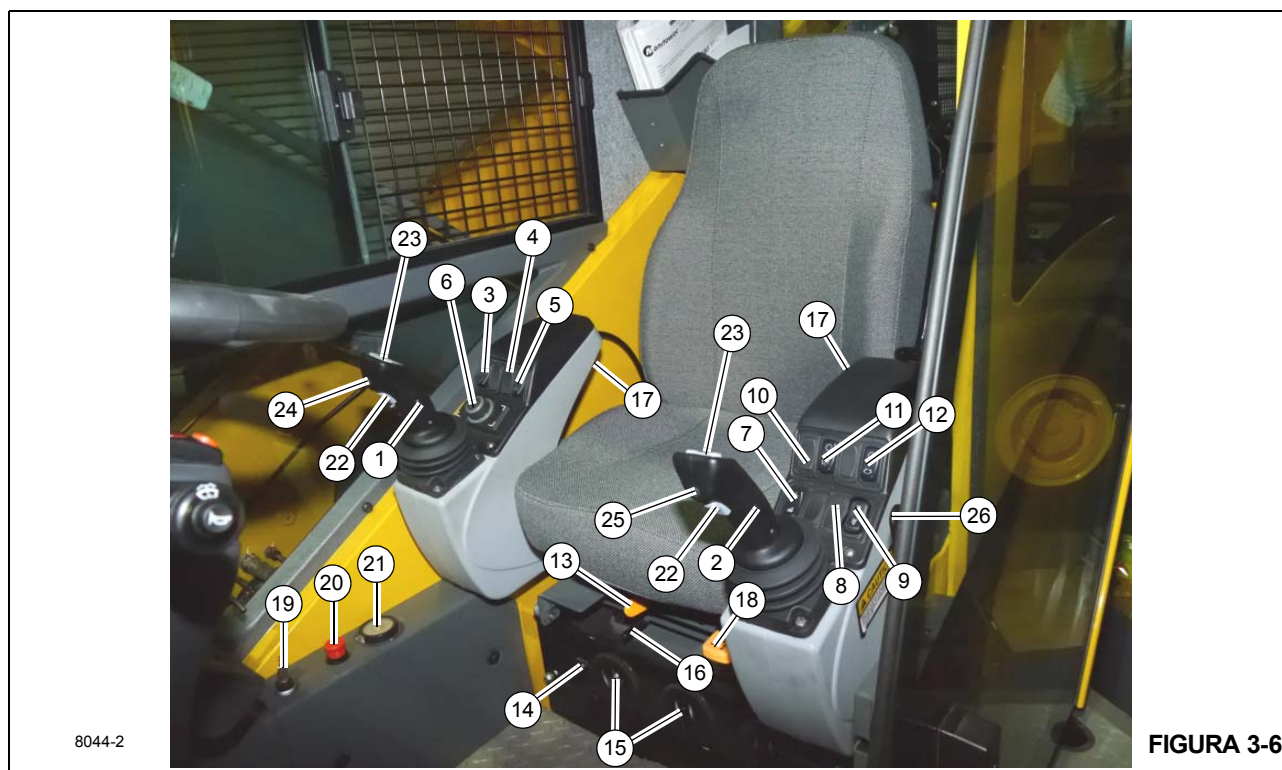

FIGURA 3-6
A alavanca de controle de elevação da lança/guincho principal (1) (Figura 3-6) localiza-se no apoio de braço direito. Quando empurrado para a direita o controlador abaixa a lança, empurrado para a esquerda ele eleva a lança.
A alavanca de controle do giro/telescópio ou do giro/guincho auxiliar (Swing/Tele ou Swing/Aux) (2) (Figura 3-6) localiza-se na extremidade do apoio de braço esquerdo. A alavanca controla as funções do telescópio e de giro quando o guindaste não está equipado com um guincho auxiliar. Quando equipado com um guincho auxiliar, a alavanca controla as funções do guincho auxiliar e de giro e as funções do telescópio são controladas por meio de um pedal.
A chave de ativação do guincho principal (3) (Figura 3-6) é uma chave temporária localizada no apoio de braço direito. Pressione uma vez para ativar o guincho; pressione novamente para desabilitar o guincho. Pressionar a chave duas vezes rapidamente ativa o guincho em velocidade máxima. Pressionar uma vez e segurar a chave por cerca de 2 segundos também ativa velocidade máxima.
A chave de contorno de elevação da lança (4) (Figura 3-6) é uma chave de duas posições que, quando instalada, localiza-se no apoio de braço direito. Quando a função de elevação estiver ativada em uma condição de bloqueio do RCL, ativar a chave de contorno de elevação da lança ativará a elevação da lança.
A chave de ativação da função de elevação (5) (Figura 3-6) é uma chave temporária que ativa a elevação e o abaixamento da lança.
O controle do indicador de solavanco (6) (Figura 3-6) está localizado no descanso de braço direito. Ele seleciona e escolhe funções nas telas para navegar pelo Sistema de controle do guindaste.
A chave de ativação da função do estabilizador (Figura 3-6) (7) seleciona entre extensão/retração dos estabilizadores e elevação/abaixamento dos macacos. Pressione e segure a chave para forçar o mostrador inferior a ir para a página do estabilizador.
A chave de bloqueio do diferencial (8) (Figura 3-6) localiza-se no apoio de braço esquerdo. Ela aciona a função de bloqueio do diferencial para obter melhor tração quando a tração nas quatro rodas estiver selecionada. Ela pode ser ativada por um máximo de 30 segundos por vez.
A chave de controle da direção traseira (9) (Figura 3-6) tem três posições, centralizada por mola na posição desligada e está localizada no apoio de braço esquerdo. Pressione a parte inferior da chave para acionar uma válvula de controle para virar as rodas traseiras para à esquerda fazendo com que o guindaste vire para a direita. Pressionar a parte superior da chave aciona uma válvula de controle para virar as rodas traseiras para a direita fazendo com que o guindaste vire para a esquerda. Quando as rodas não estão centralizadas, o ícone Rodas não centralizadas acende no mostrador operacional CCS. Liberar a chave faz com que ela retorne para a posição central desligada.
A chave de ativação do guincho auxiliar (10) (Figura 3-6) localiza-se no apoio de braço esquerdo. Ela ativa o guincho auxiliar e configura a mesma velocidade alta que a chave de ativação do guindaste principal define para o guindaste principal.
A chave de ativação do telescópio da lança (11) (Figura 3-6) localiza-se no apoio de braço esquerdo. Ela ativa a função de telescópio da lança para o Pedal de controle do telescópio, ou para a alavanca de controle (joystick) se não houver guincho auxiliar.
A chave de ativação de giro (12) (Figura 3-6) localiza-se no apoio de braço esquerdo. Esta chave de duas posições (Ligado/Desligado) é usada para controlar uma válvula hidráulica que direciona um fluxo regulado de pressão do e para o freio de giro. Quando o joystick mover-se para girar o guindaste, o freio é solto. Quando o guindaste parar de girar, o freio de giro é reativado.
Mover a alavanca de deslizamento do assento (13) (Figura 3-6) fará com que apenas o assento deslize para a frente ou para trás.
A unidade climática do ar-condicionado/aquecedor da cabine (14) (Figura 3-6) localiza-se na cabine, sob o assento do motorista. As saídas (15) fazem parte da unidade climática e podem ser ajustadas para direcionar o fluxo de ar.
Mover a alavanca de deslizamento da estrutura do assento (16) (Figura 3-6) deslizará o assento e os apoios de braço para a frente ou para trás.
Os apoios de braço esquerdo e direito e os controles dos apoios de braço podem ser ajustados por meio dos botões de ajuste (17) (Figura 3-6) localizados embaixo da parte traseira dos apoios de braço. Pressione o botão para girar todo apoio de braço, e solte o botão na posição desejada.
Para ajustar a altura do assento, eleve a alavanca de ajuste de altura (18) (Figura 3-6) e ajuste o assento conforme a necessidade.
A Chave de contorno (cancelamento) do RCL (19) (Figura 3-6) é do tipo momentânea. Gire a chave no sentido horário para contornar o Indicador de 3ª volta e a Chave anticolisão do moitão. Ele permanecerá contornado apenas enquanto a chave permanecer nessa posição.
A chave de parada de emergência do guindaste (20) (Figura 3-6) localiza-se no console direito da cabine do guindaste e é usada para desligar o motor do guindaste. Pressione o botão vermelho para desligar o motor, o que acende o ícone de parada de emergência no mostrador operacional CCS. Gire e puxe o botão para retomar a operação normal.
O indicador de nível (21) (Figura 3-6) localiza-se na lateral direita da cabine, ao lado da chave de parada de emergência. O indicador fornece ao operador um auxílio visual para determinar o nivelamento do guindaste.
As chaves de homem-morto (22) (Figura 3-6) estão localizadas na dianteira das duas alavancas de controle. Qualquer uma dessas chaves pode ser usada ao invés da chave do assento para manter as funções do guindaste ativas.
As chaves de alternância da alta velocidade do guincho (23) (Figura 3-6) são chaves com mola de retorno centralizadas de duas posições operadas por polegares. Pressionar o lado direito mantém a velocidade alta até que ela seja desativada; pressionar o lado esquerdo permite aumento temporário de velocidade.
O botão de buzina (24) (Figura 3-6) localiza-se na parte superior da alavanca de controle direita. O botão faz o barulho da buzina durante operações com o guindaste.
O botão de giro livre (25) (Figura 3-6) localiza-se na parte superior da alavanca de controle esquerda. O botão de giro livre libera o freio de giro e permite que a lança seja centralizada acima da carga.
Use a alavanca de liberação da porta da cabine (26) (Figura 3-6) para abrir e fechar a porta da cabine do lado de dentro da cabine.
Os indicadores de rotação do guincho (27) (Figura 3-6 Números dos itens) para os guinchos auxiliar e principal localizam-se na parte superior de cada alavanca de controle (1, 2) (Figura 3-6). Cada indicador é acionado eletronicamente por um sinal de entrada originado por um sensor fixado ao guincho correspondente e por um sinal de saída de um módulo de controle. Cada alavanca de controle do guincho (1, 2) pulsa quando o guincho correspondente estiver em funcionamento de maneira a ser sentida pelo polegar do operador.
Esta chave (28) (Figura 3-6 Números dos itens) localiza-se no assento. É necessário que o operador esteja no assento ao ativar a chave antes que quaisquer funções do guindaste possam ser acionadas.